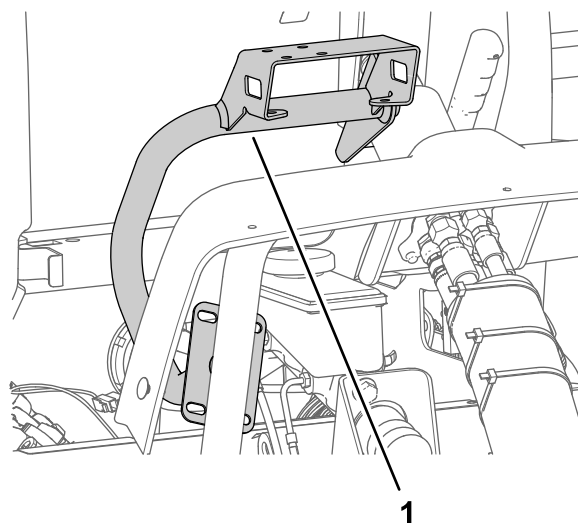

Рисунок 162
1. Установите крепление монитора на машину, как показано на Рисунок 162.